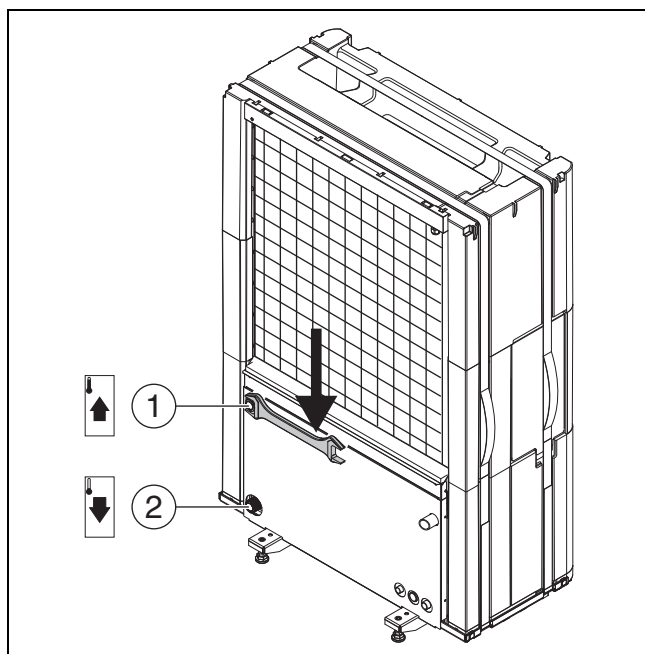

Fig. 15 Collegamento delle tubazioni del fluido termovettore, validi per tutte le dimensioni
- Collegare la mandata all'unità interna all'uscita liquido termovettore della pompa di calore (→ [1], fig. 15).
- Collegare il ritorno dall'unità interna all'ingresso liquido termovettore della pompa di calore (→ [2], fig. 15).
- Stringere gli attacchi delle tubazioni del fluido termovettore con una coppia di serraggio di 120 Nm. Esercitare la forza verso il basso (→ fig. 15) per evitare un carico meccanico laterale del condensatore. Se l'attacco non è ermetico, stringere il raccordo con una coppia di serraggio di max. 150 Nm. Se l'attacco continua a non essere ermetico, è probabile che si sia verificato un danno alla guarnizione o al tubo collegato.